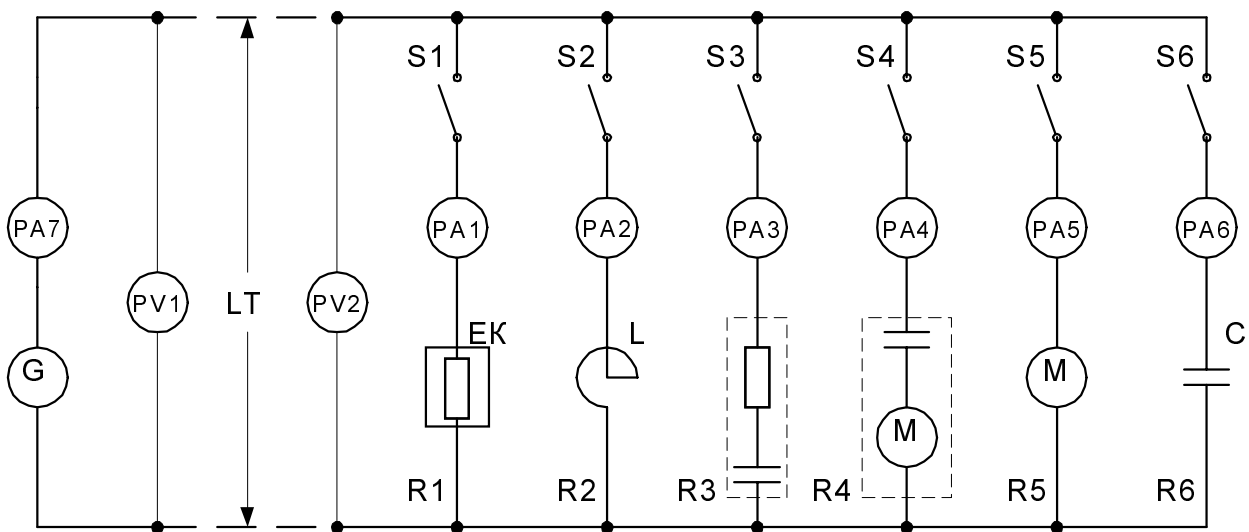

Fig. 2.1. Le schéma de principe du branchement des récepteurs
A une ligne de transport d'énergie électrique (LT) ayant deux fils qui est alimenté de générateur monophasé par la fréquence 50 Hz (fig. 2.1), sont branchées en parallèle par les interrupteurs $S1 \dots S6$ des récepteurs $R1 \dots R6$ (tab. 2.1). La tension aux bornes du générateur U_1 (dans l'origine de LT) est mesuré par le voltmètre PV1 et aux bornes des récepteurs U_2 (à l'extrémité de LT) – par le voltmètre PV2. Pour la mesure le courant de chaque récepteur sont branchées les ampèremètres PA1 ... PA6, mais pour la mesure le courant de générateur - PA7.
1. Tracer le schéma de principe (ne pas représenter les branches, les interrupteurs de qui selon le devoir sont déconnectées; garder le numérotage resté selon la fig. 2.1).
2. Tracer le schéma équivalent du circuit. Dessiner sur le schéma les directions conditionnement - positives des sources du F.E.M, des tensions et des courants, ainsi que les chutes des tensions sur les résistances (LT).
Tableau 2.1. - Les paramètres du schéma selon fig. 2.1.